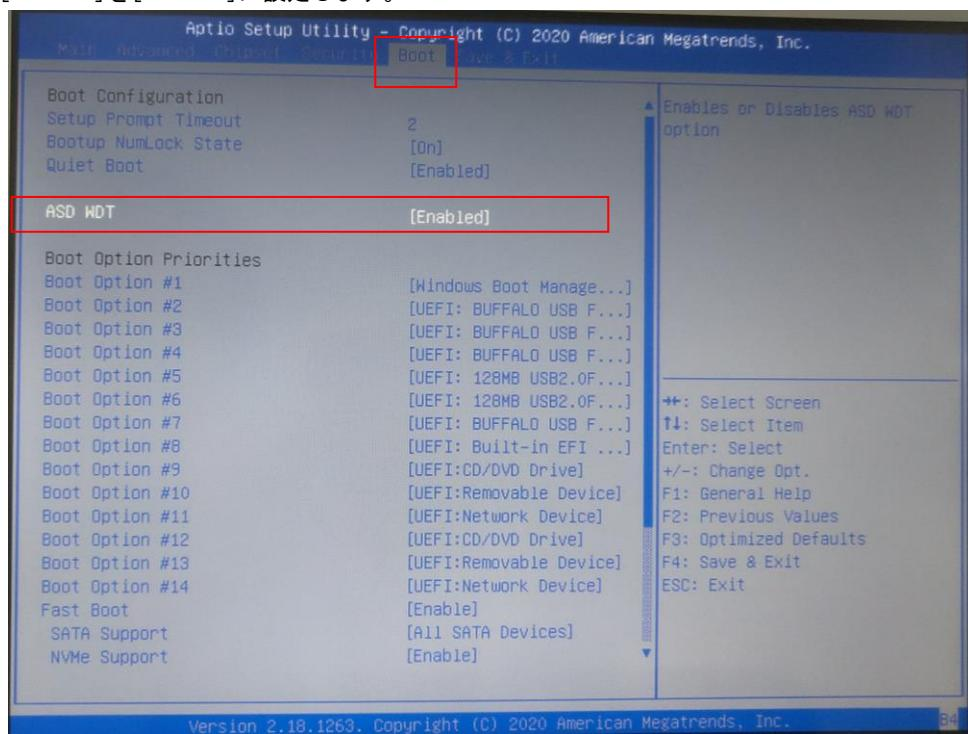

図 5-1-2-1. BIOS 設定画面 ASD WDT 設定
- ⑦ [Save & Exit] メニューを選択します。(図 5-1-2-2)
- ⑧ [Save Changes] を選択し、設定を保存します。
- ⑨ [Boot Override] からリカバリ USB を選択し [Enter] キーを押します。